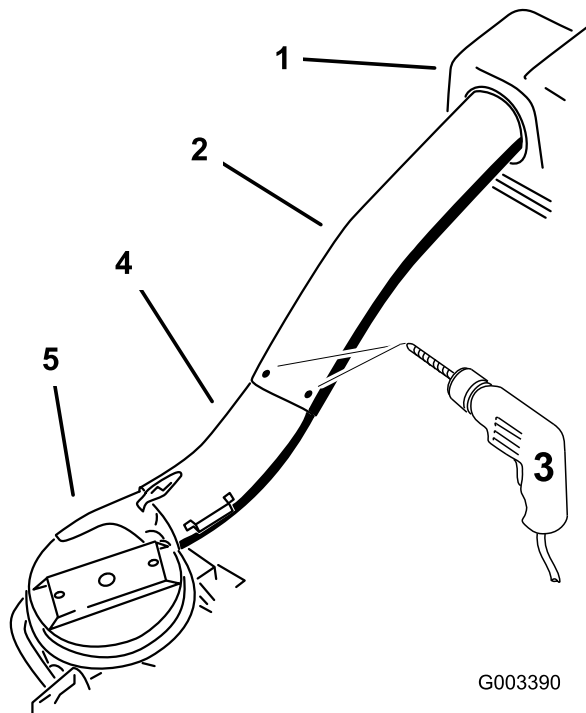

Figura 25
12. Usando los 3 agujeros o muescas del tubo superior como guía, realice 3 agujeros (5,6 mm [7/32 de pulgada] de diámetro) en el punto de unión de los tubos superior e inferior (Figura 25).